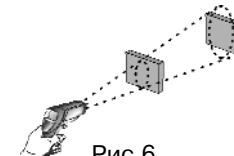

Рис.6
- для точного измерения температуры размеры объекта должны превышать размер пятна контроля прибора (рис.6). Диаграммы полей зрения пирометров приведены